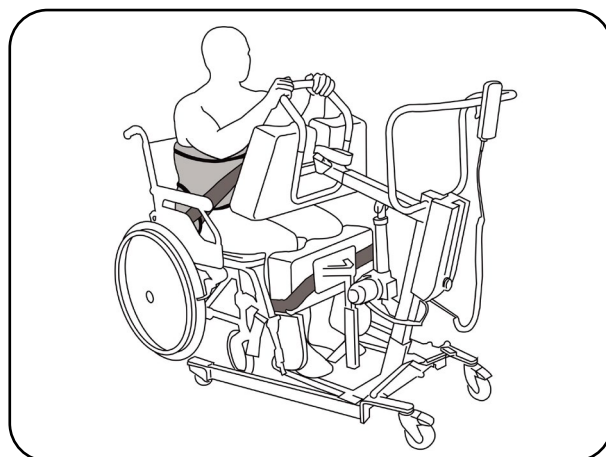

Abb. 9.2.06 – Position des Patienten vor dem Aufrichtvorgang
10. Positionieren Sie die beiden Füße des Patienten auf dem Trittbrett (Abb. 9.2.06). Achten Sie darauf, dass die Füße des Patienten bequem und vollständig auf dem Trittbrett stehen. Fahren Sie, wenn nötig, den aks-Aufstehlifter dichter an den Patienten heran.